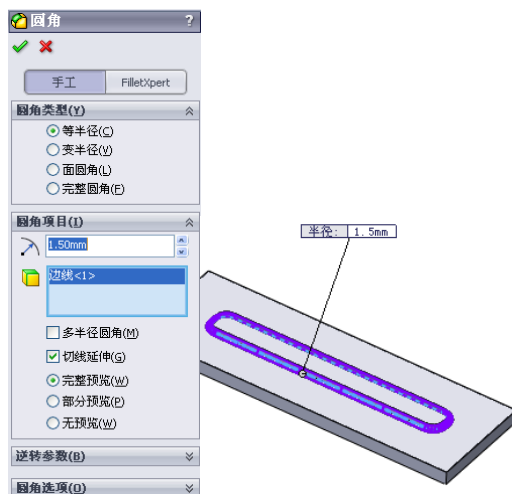

图 10-198 进行圆角 2 操作
7) 单击“特征”工具栏中的 (圆角) 按钮，或选择“插入”→“特征”→“圆角”菜单命令，弹出“圆角”属性管理器，选择圆角类型为“等半径”，在圆角半径输入栏中输入数值“1.5”，单击鼠标拾取实体的另一条边线，如图 10-198 所示，单击 (确定) 按